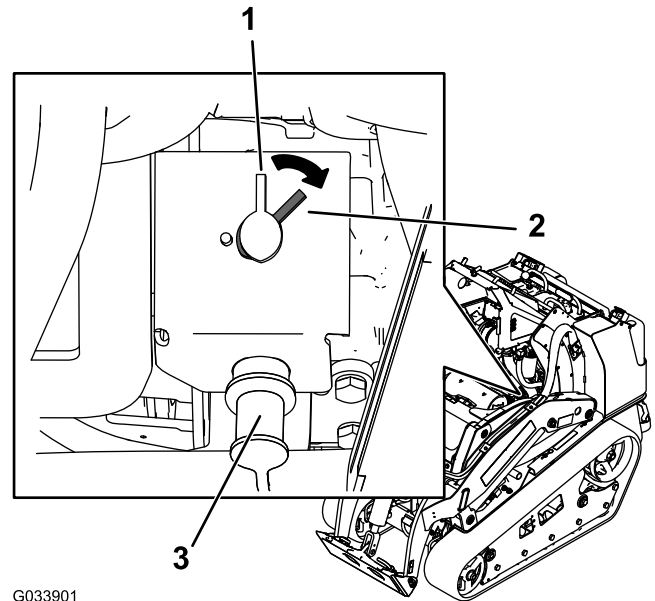

Bild 48
- Drehen Sie den Trennschalter der Batterie nach rechts in die EIN-Stellung, um die Maschine mit Strom zu versorgen (Bild 48).
- Drehen Sie den Trennschalter der Batterie nach links in die AUS-Stellung, um die Stromzufuhr zur Maschine zu unterbrechen (Bild 48).